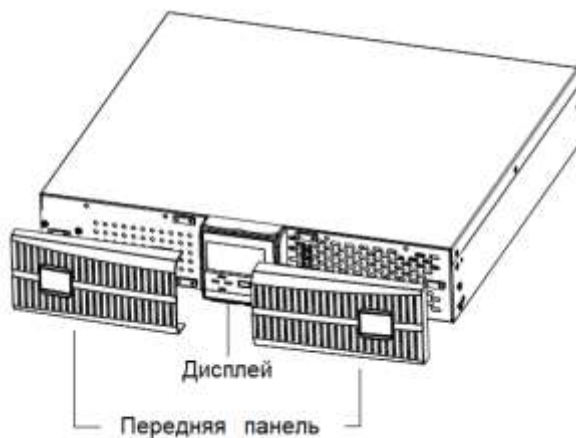

Рис.4-3 Снимите переднюю крышку
1. Аккуратно снимите крышку ИБП, как показано на Рис.4-3.